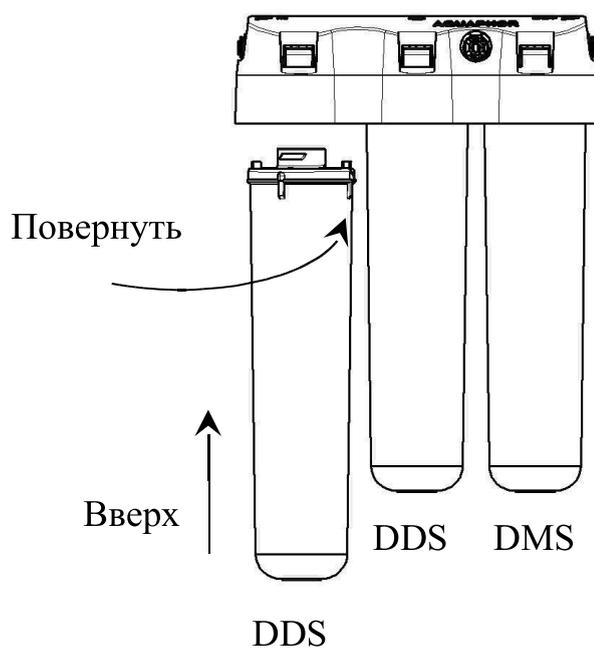

Рис. 2
- Вставьте новый модуль в блок коллекторов до упора и, слегка надавливая, поверните модуль против часовой стрелки до щелчка (см. Рис.2, Схему установки модулей).